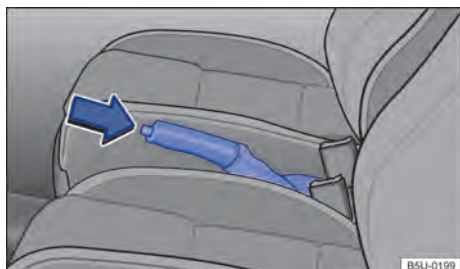

Fig. 87 Entre los asientos delanteros: palanca del freno de estacionamiento.
- Tirar de la palanca del freno de estacionamiento hacia arriba con la tecla de bloqueo presionada → **fig. 87** (flecha).
- Tirar de la palanca del freno de mano un poco hacia arriba y presionar la tecla de bloqueo → **fig. 87** (flecha).